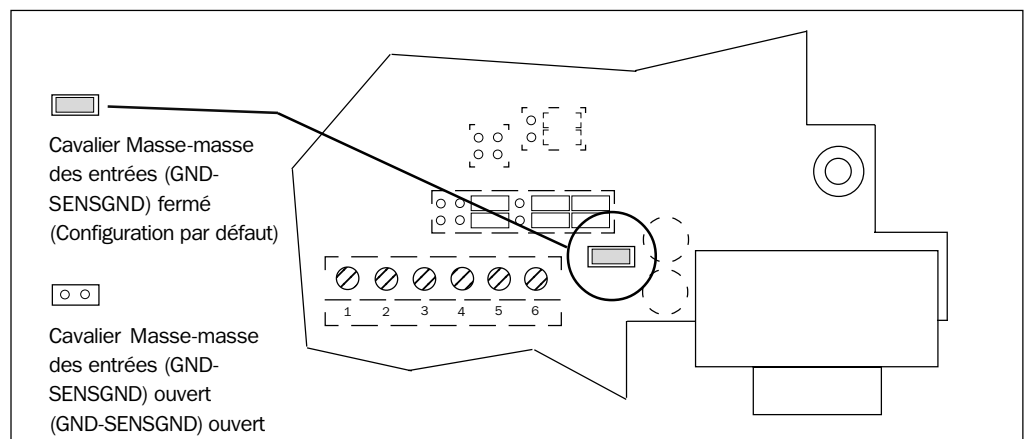

Fig. 5-8 : Réglage du cavalier Masse-masse des entrées (GND-SENSGND)
3. Retirer le cavalier „Masse-masse des entrées (GND-SENSGND)“ (fig. 5-8). La borne de masse des entrées (SENSGND) n'est plus reliée à la borne de masse (GND) et le capteur est flottant.